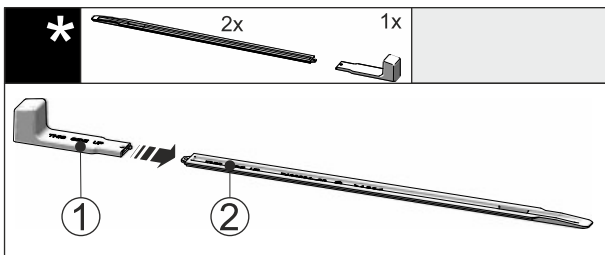

Fig. 47
- Futni dorezën e montimit Fig. 47 (1) në shinën e nivelimit Fig. 47 (2).